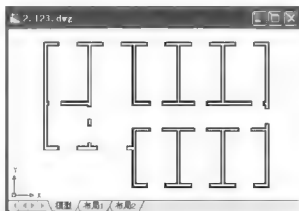

图 2.126 加粗后的墙线
⑨ 在输入选项, [打开(O)/合并(J)/宽度(W)/编辑顶点(E)/拟合(F)/样条曲线(S)/非曲线化(D)/线型生成(L)/放弃(U)]: 提示下，输入“W”后按 Enter 键，表示要改变线的宽度。
⑩ 在指定所有线段的新宽度: 提示下，输入“50”，表示将线的宽度由 0mm 改为 50mm，结果如图 2.126 所示。